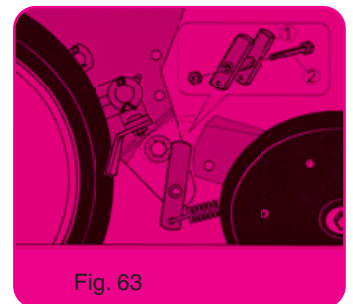

Fig. 63
(Au minimum il faut 1 entretoise en H ① (fig. 63), réf. 7262a, 1 vis H M 10 x 120, 1 écrou H M 10).
Après avoir enlevé la roue de plombage et son cadre, remettre en place les 2 ressorts, du bloc arrière avec l'entretoise en H ① (fig. 63), montée avec la vis H M 10 x 120 plus l'écrou H M 10.
(a minimum of 1 H spacer ① (fig. 63) ref 7262a, 1 HM 10 x 120 screw, 1 HM 10 nut).
After having removed the press wheel and its frame, put back in place the 2 springs, the rear unit with the H spacer ① (fig. 63), assembled with the HM 10 x 120 and the HM 10 nut.
(Distanzhülse ① Fig. 63 ET NR. 7262a, 1 HM Schraube 10 x 120, Mutter HM10)
Nachdem Sie die Andruckrolle und den Rahmen demontiert haben, bauen Sie die zwei Federn mit der Distanzhülse ① Fig 63 und der Schraube HM 10 x 120 mit Mutter HM 10 wieder ein.